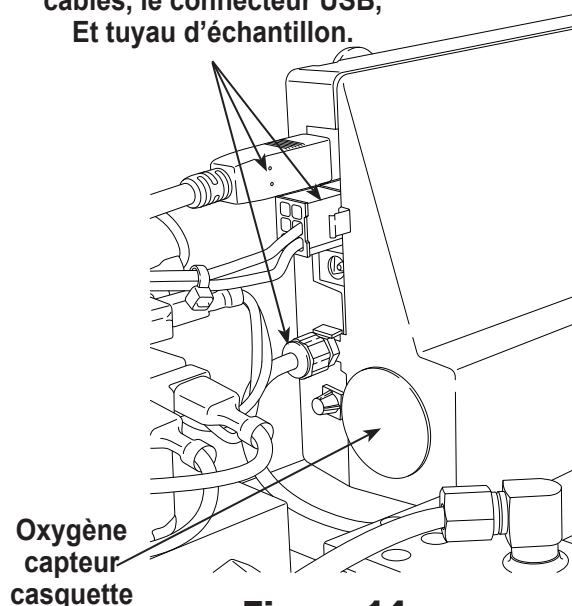

Figure 14
3. Débranchez le faisceau de câbles, le connecteur USB et le tuyau d'échantillon de l'identifiant. Voir figure 14.